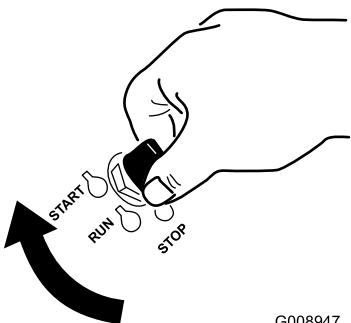

Figura 20
1. Gire la llave a la posición de ARRANQUE (Figura 20).